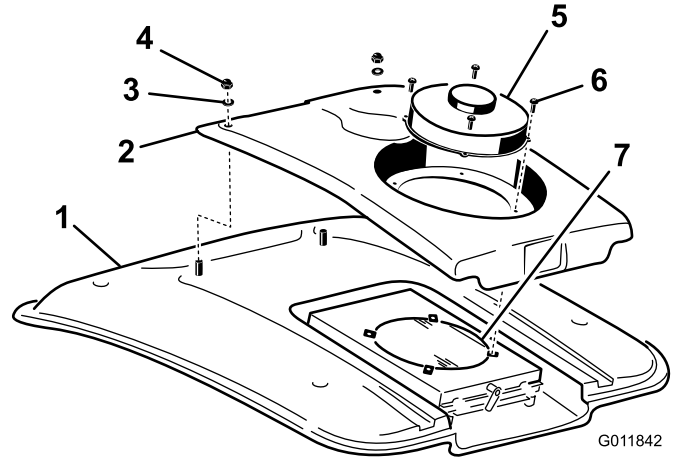

図 73
2. ファンとコンデンサカバーをファンマウントに固定しているネジ（4本）を取る（図 73）。
4. コンデンサカバーの前部をキャブの屋根に固定しているナット（2個）とワッシャを外す（図 73）。
8. スクリーンを圧縮空気ですていねいに洗浄する（図 73）。